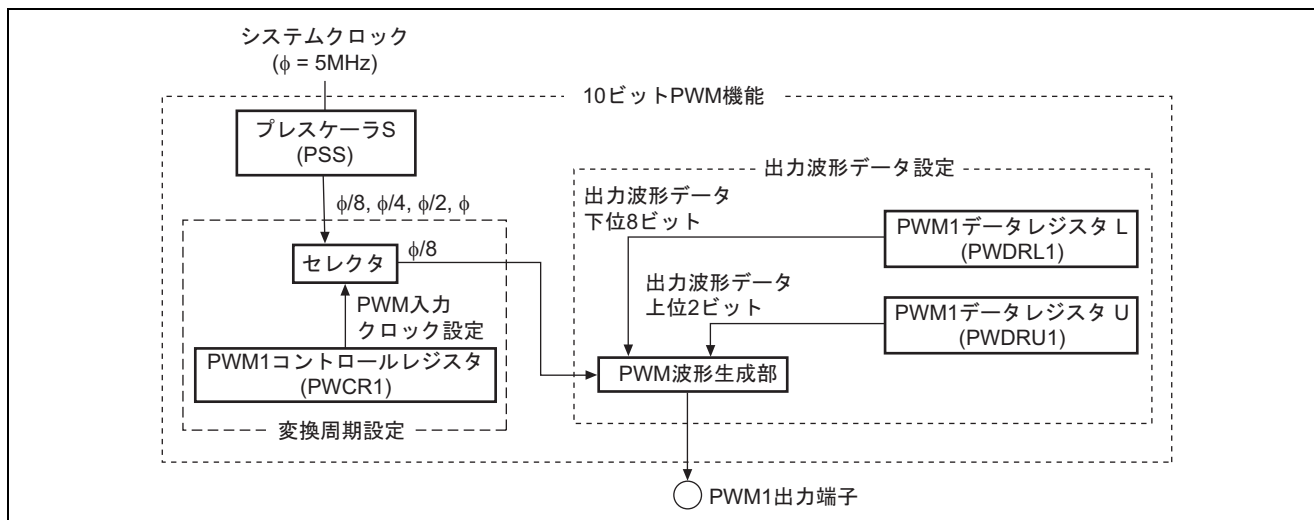

図2 10ビットPWM機能ブロック図
- a. 図 2 に 10 ビット PWM 機能のブロック図を示します。以下に 10 ビット PWM 機能のブロック図について説明します。